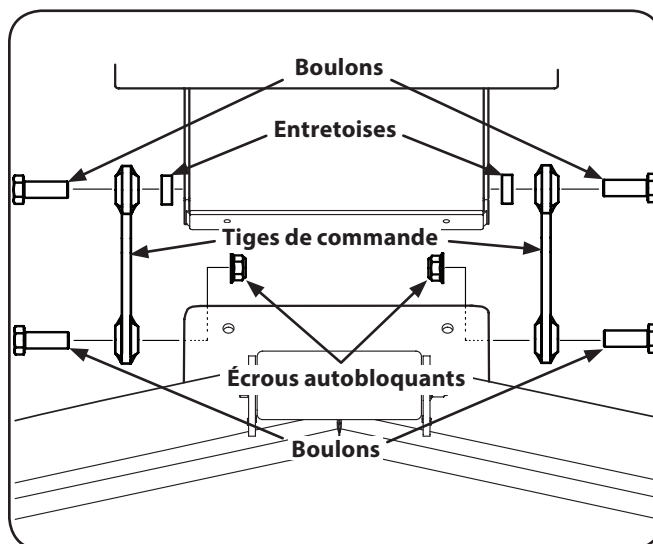

Figure 7-4
- Retirez les boulons, les entretoises et les écrous autobloquants qui fixent les tiges de commande au plateau de coupe. Voir Figure 7-4.